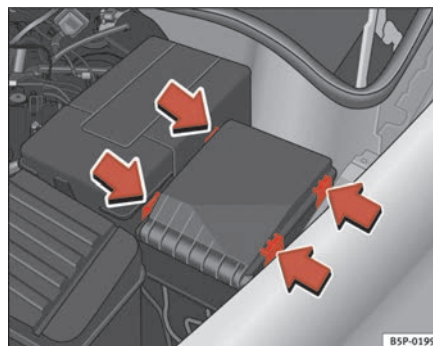

Abb. 178 Sicherungsdeckel im Motorraum
- Haken Sie den Sicherungsdeckel im Motorraum an den Laschen aus, indem Sie die Laschen zur Deckelmitte drücken ⇒ Seite 263, Abb. 178.